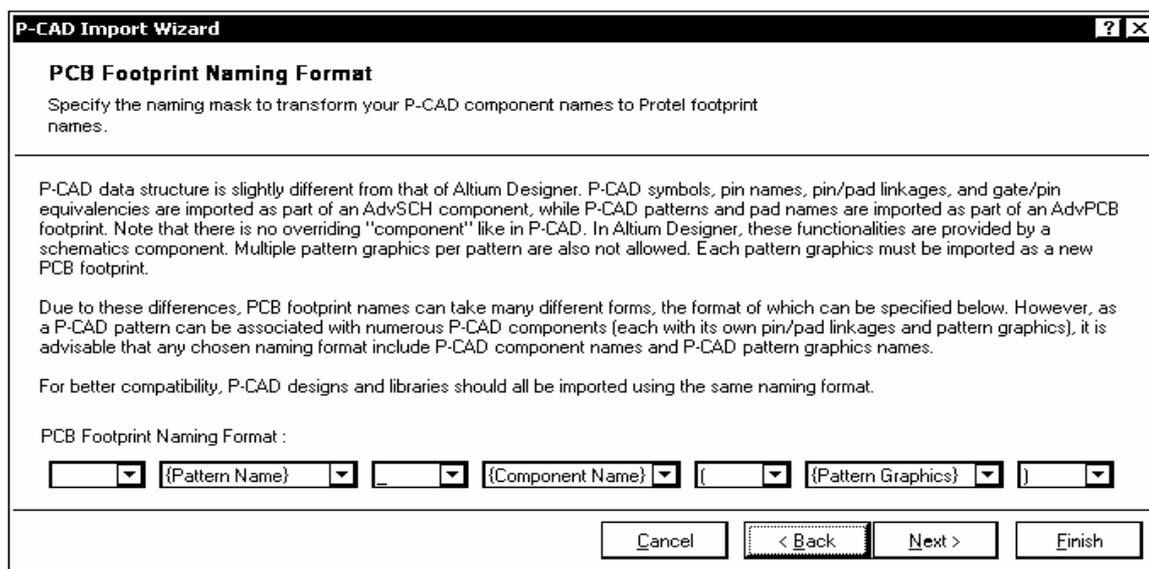

Рис. 3.21
3. При выборе импорта библиотек открывается диалоговое окно с обширным предупреждением, сообщающим о различии форматов библиотек P-CAD и Altium Designer и об особенностях преобразования (рис. 3.21).
Вследствие этих различий программа предлагает выбрать формат имени посадочного места. Имя может состоять из трех полей (см. рис. 3.21). Поля могут быть оставлены пустыми, либо в них может быть внесено имя компонента, имя посадочного места P-CAD, имя графики посадочного места (первичная и т.п.). Может также быть выбран разделитель полей в имени посадочного места в Altium Designer – точка, дефис или скобки.